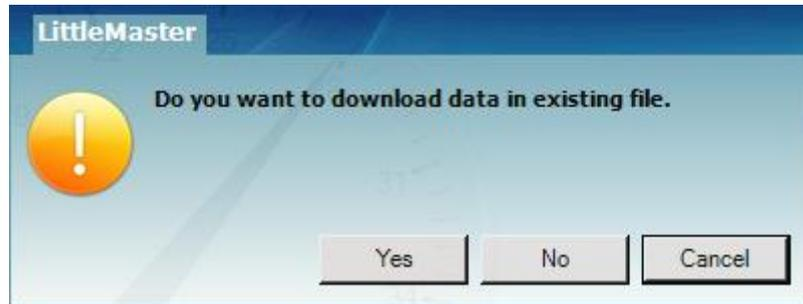

Figura 14 Opción para descargar datos de múltiples dispositivos en un archivo existente
- Descargue los datos del primer dispositivo y conecte el segundo dispositivo para descargar los datos, seleccione la opción "Sí" en el mensaje emergente como se muestra en la figura 14 para descargar en un archivo existente.